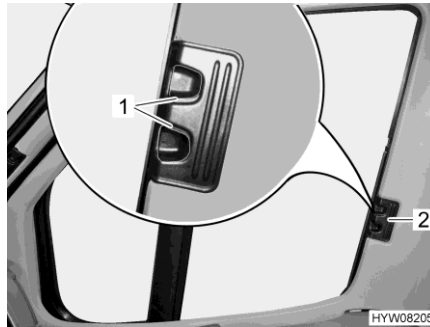

Fig. 79 Tendina oscurante pieghevole (finestrino del conducente/passeggero)
- Premere le maniglie di sbloccaggio (Fig. 79,1) e mantenerle premute.
- Con la levetta (Fig. 79,2) tirare le tendine oscuranti pieghevoli per il finestrino del guidatore e del passeggero verso l'altro lato della finestra e congiungerle alle strisce magnetiche.
- Inserire fino all'arresto le tendine oscuranti pieghevoli per il finestrino del guidatore e del passeggero per la maniglia (Fig. 79,2).
- Rilasciare le maniglie di sbloccaggio (Fig. 79,1) e mantenerle innestate.